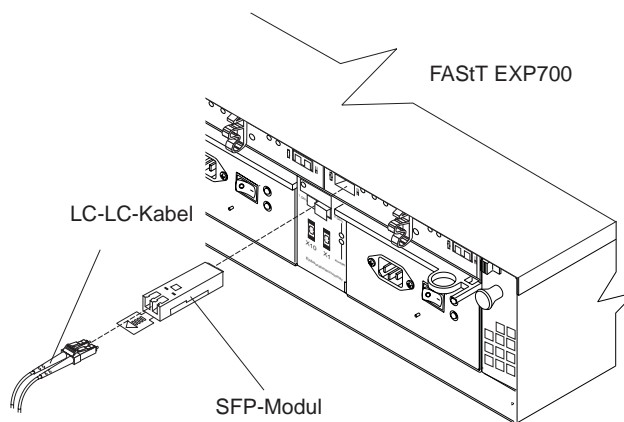

Abbildung 33. SFP-Modul installieren und LC-LC-Kabel mit der FAST EXP700 verbinden
3. Installieren Sie ein SFP-Modul im SFP-Anschluss an der Rückseite der FAST EXP700. Verbinden Sie anschließend das andere Ende des LC-LC-Kabels mit dem SFP-Modul, wie in Abb. 33 dargestellt.